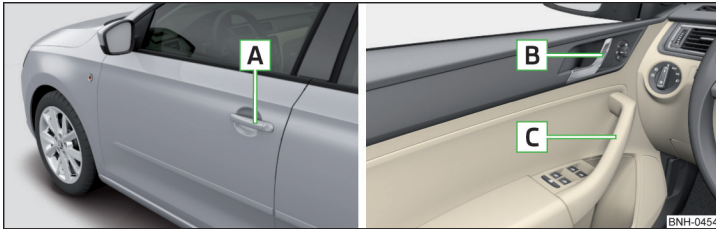

Abb. 32 Türgriff/Türöffnungshebel
- Am Türgriff » Abb. 32 der jeweiligen Tür ziehen.